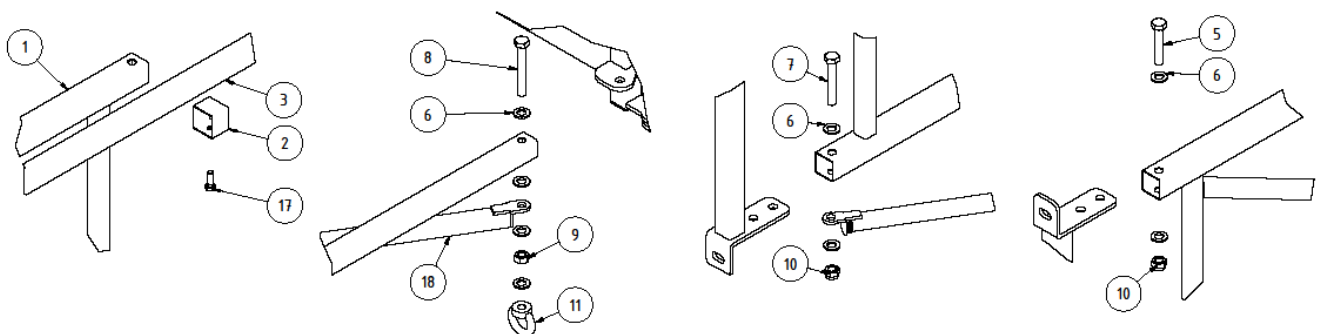

Abbildung 4: Detaillansicht
Verbinden Sie die Wandriegel mit den Seitenkonstruktionen (1). Verwenden Sie dafür die in der Abbildung 4 vorgegebenen Montagemittel. Achten Sie darauf den Wandriegel einer Seite mit der Diagonalstrebe (18) und dem Seitenkonstruktionen (1), wie in der Detailansicht C, zu verschrauben.
Verschrauben Sie im Anschluss den (höhenverstellbaren) Korbadapter (4). Verwenden Sie hierzu die M16 Sechskantschrauben gemäß der Abbildung 4. Achten Sie auch hierbei wieder darauf die Diagonalstrebe (Detailansicht B) an der zweiten Seitenkonstruktion mitzuschrauben.